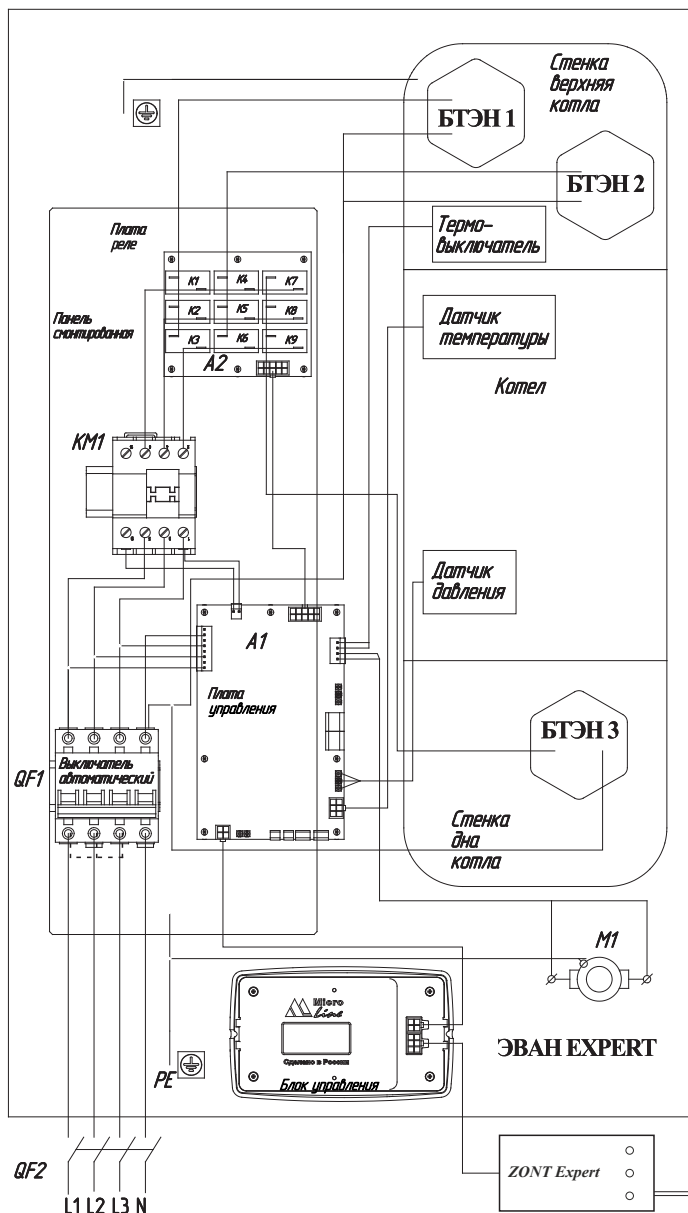

Рис. 12
6.1.12 Подключение прибора к электрической сети производится в соответствии с рис. 12 только через внешний автоматический выключатель QF2, с номинальным током (In) указанным в таблице 4.
6.1.14 Схема подключения прибора изображена на рис. 12.
6.1.15 Прибор должен быть смонтирован на стенах и сооружениях, в хорошо освещенных помещениях. Для возможности реализации естественной циркуляции и снижения энергозатрат циркуляционного насоса прибор желательно располагать на нижнем уровне отапливаемого здания. Подключение силового кабеля, шнура питания циркуляционного насоса, шнура датчиков температуры воздуха и прочих устройств производится согласно ПУЭ и ППБ в соответствии с рис. 12.